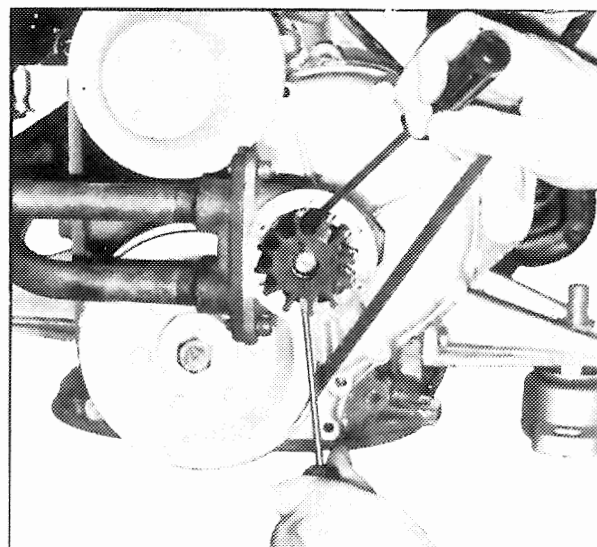

Figure 52 Moteur 6 cylindres
2. Déposez la turbine de l'arbre de pompe. Sur le moteur 6 cylindres, servez-vous de deux tournevis et procédez comme l'indique la figure 52. Mettez des cales sous les tournevis pour éviter d'endommager le corps de pompe. Nettoyez l'intérieur du corps de pompe et montez la nouvelle turbine.